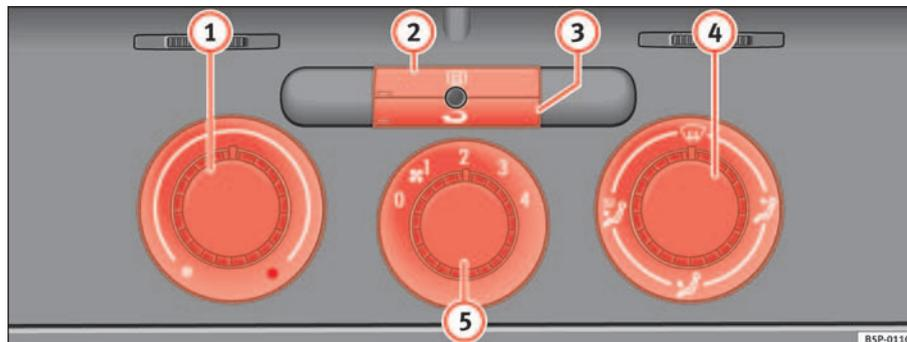

Fig. 121 Sur le tableau de bord : éléments de commande du chauffage
- Les régulateurs ⇒ fig. 121 ① et ④ et la commande ⑤ permettent de régler la température, la distribution de l'air et la vitesse de la turbine.
- Appuyez sur la touche ② ou sur la touche ③ pour activer ou désactiver la fonction correspondante. Quand la fonction est active, le rectangle situé sur le coin inférieur gauche de la touche s'allume.